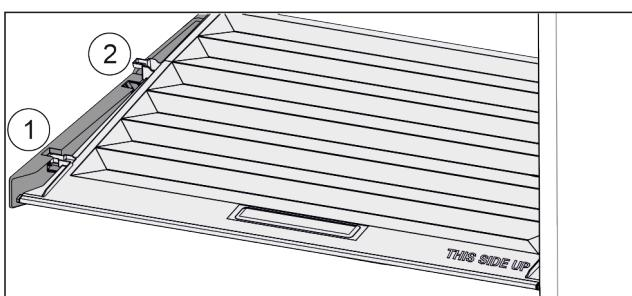

Fig. 108
- Кришку до отвору в деталях для підтримки потягнути вперед Fig. 108 (1).
- Підняти ззаду знизу та вийняти Fig. 108 (2) вгору.